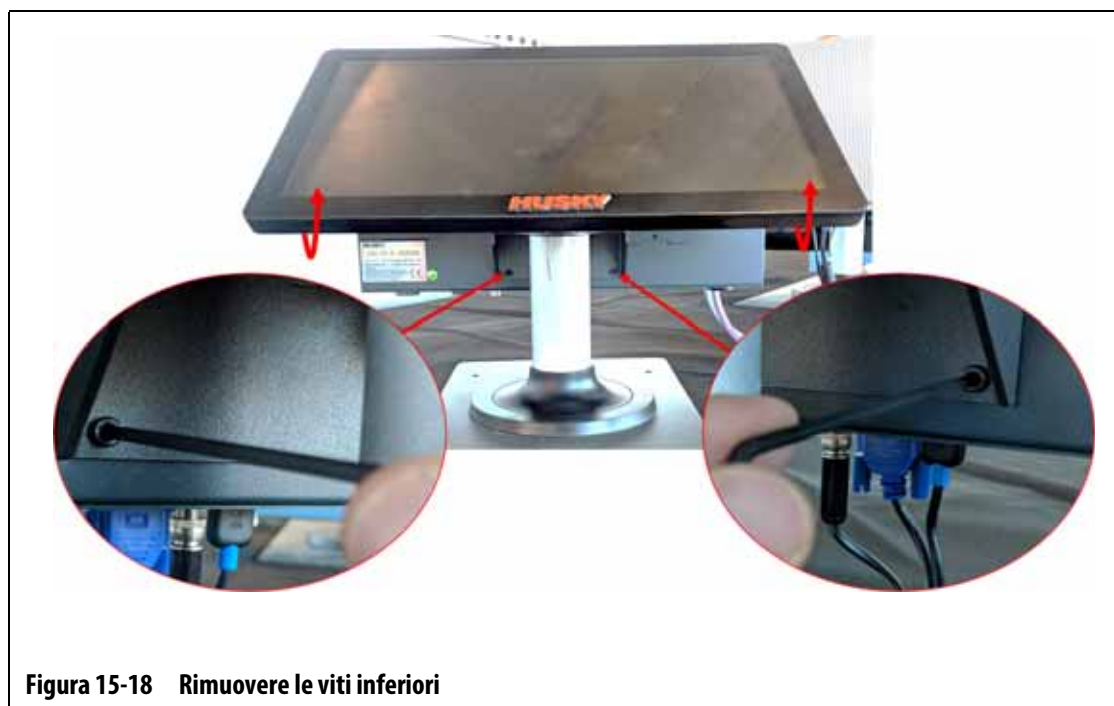

Figura 15-18 Rimuovere le viti inferiori
5. Ruotare il monitor a sfioramento fino alla posizione completamente indietro. Consultare la Figura 15-18.
6. Localizzare le due viti inferiori che fissano la MCU alla staffa di montaggio e rimuoverle completamente servendosi di una chiave a brugola con angolo a destra da 4 mm o una chiave esagonale. Consultare la Figura 15-18.
12. Ruotare il monitor a sfioramento fino alla posizione completamente indietro. Consultare la Figura 15-18.